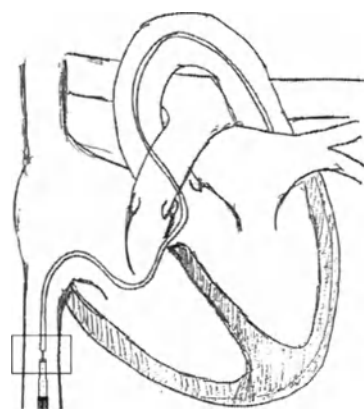

Рис. 5.3.5 – Kissing-техника
- (Рис. 5.3.5) Через правую бедренную вену продвигайте катетер 6F или 7F с дилататором через проволоочный проводник, пока дилататор не достигнет катетера Judkins® (JR) или внутреннего маммарного катетера (IM) через нижнюю полую вену (НВП) («kissing-техника») Подтяните артериовенозную петлю натянув проволоочный проводник катетера с обеих сторон на конусе артериального катетера и проводникового катетера.